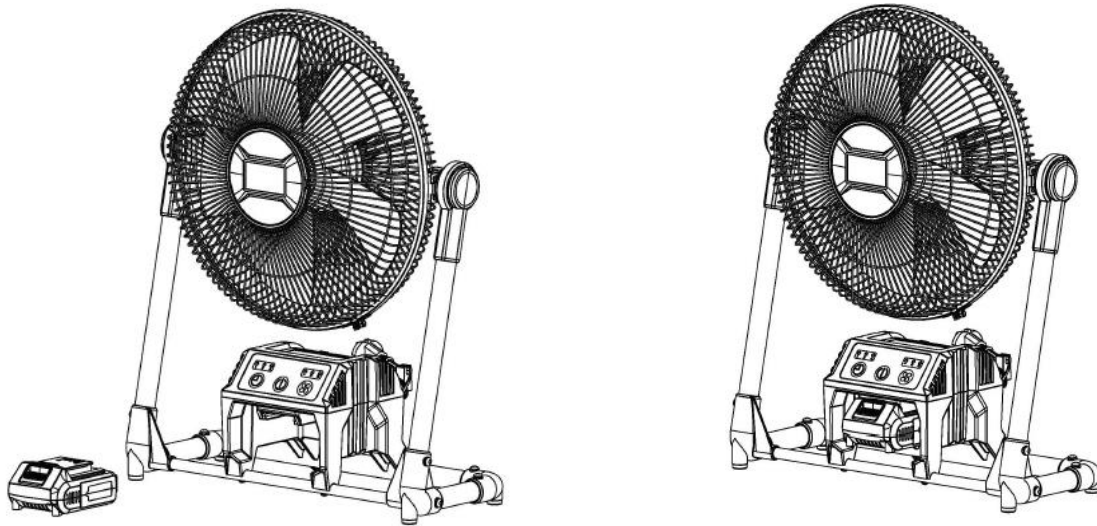

Fig. 2
- Pour installer la batterie, insérez-la dans le compartiment à batterie du ventilateur. (Voir Fig.2)